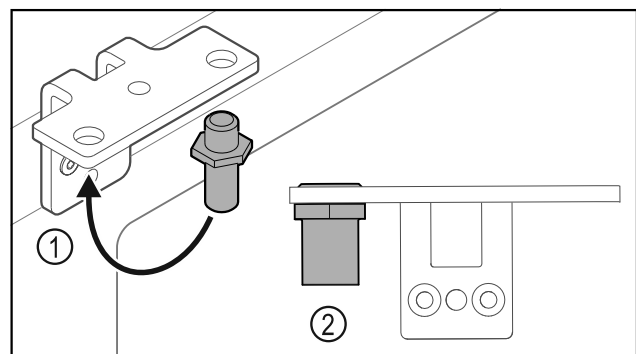

Fig. 36
- ▶ Bolzen Fig. 36 (1) im Scharnierwinkel umsetzen.
- ▶ Bolzen Fig. 36 (2) mit **Drehmoment von 12 Nm** anziehen.